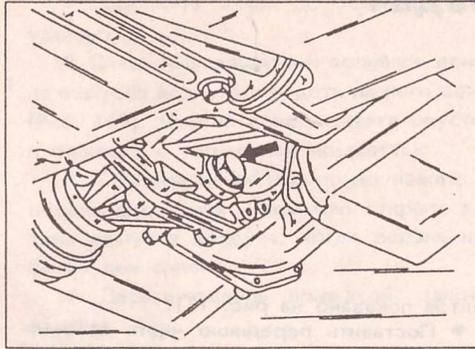

Рис. 173.
- Снять с нижней стороны коробки передач крышку картера сцепления (рис. 173) и вывернуть болты между двигателем и коробкой передач.